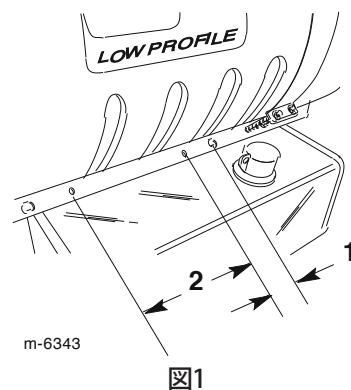

図1
3. 機体右側にあるタンク・サドルの、機体前部から3つ目の穴の位置を確認する。タンク・サドルの3つ目の穴の中心から後方へ5cmの位置にマーキングする (図1)。
4. 先のマークから後方へ25 cmの位置にマーキングする (図1)。
5. マーキングした2カ所に、穴の上下方向の中心をタンク・サドルの中心に合わせて、穴をあける (直径7/16 インチ; 図1)。